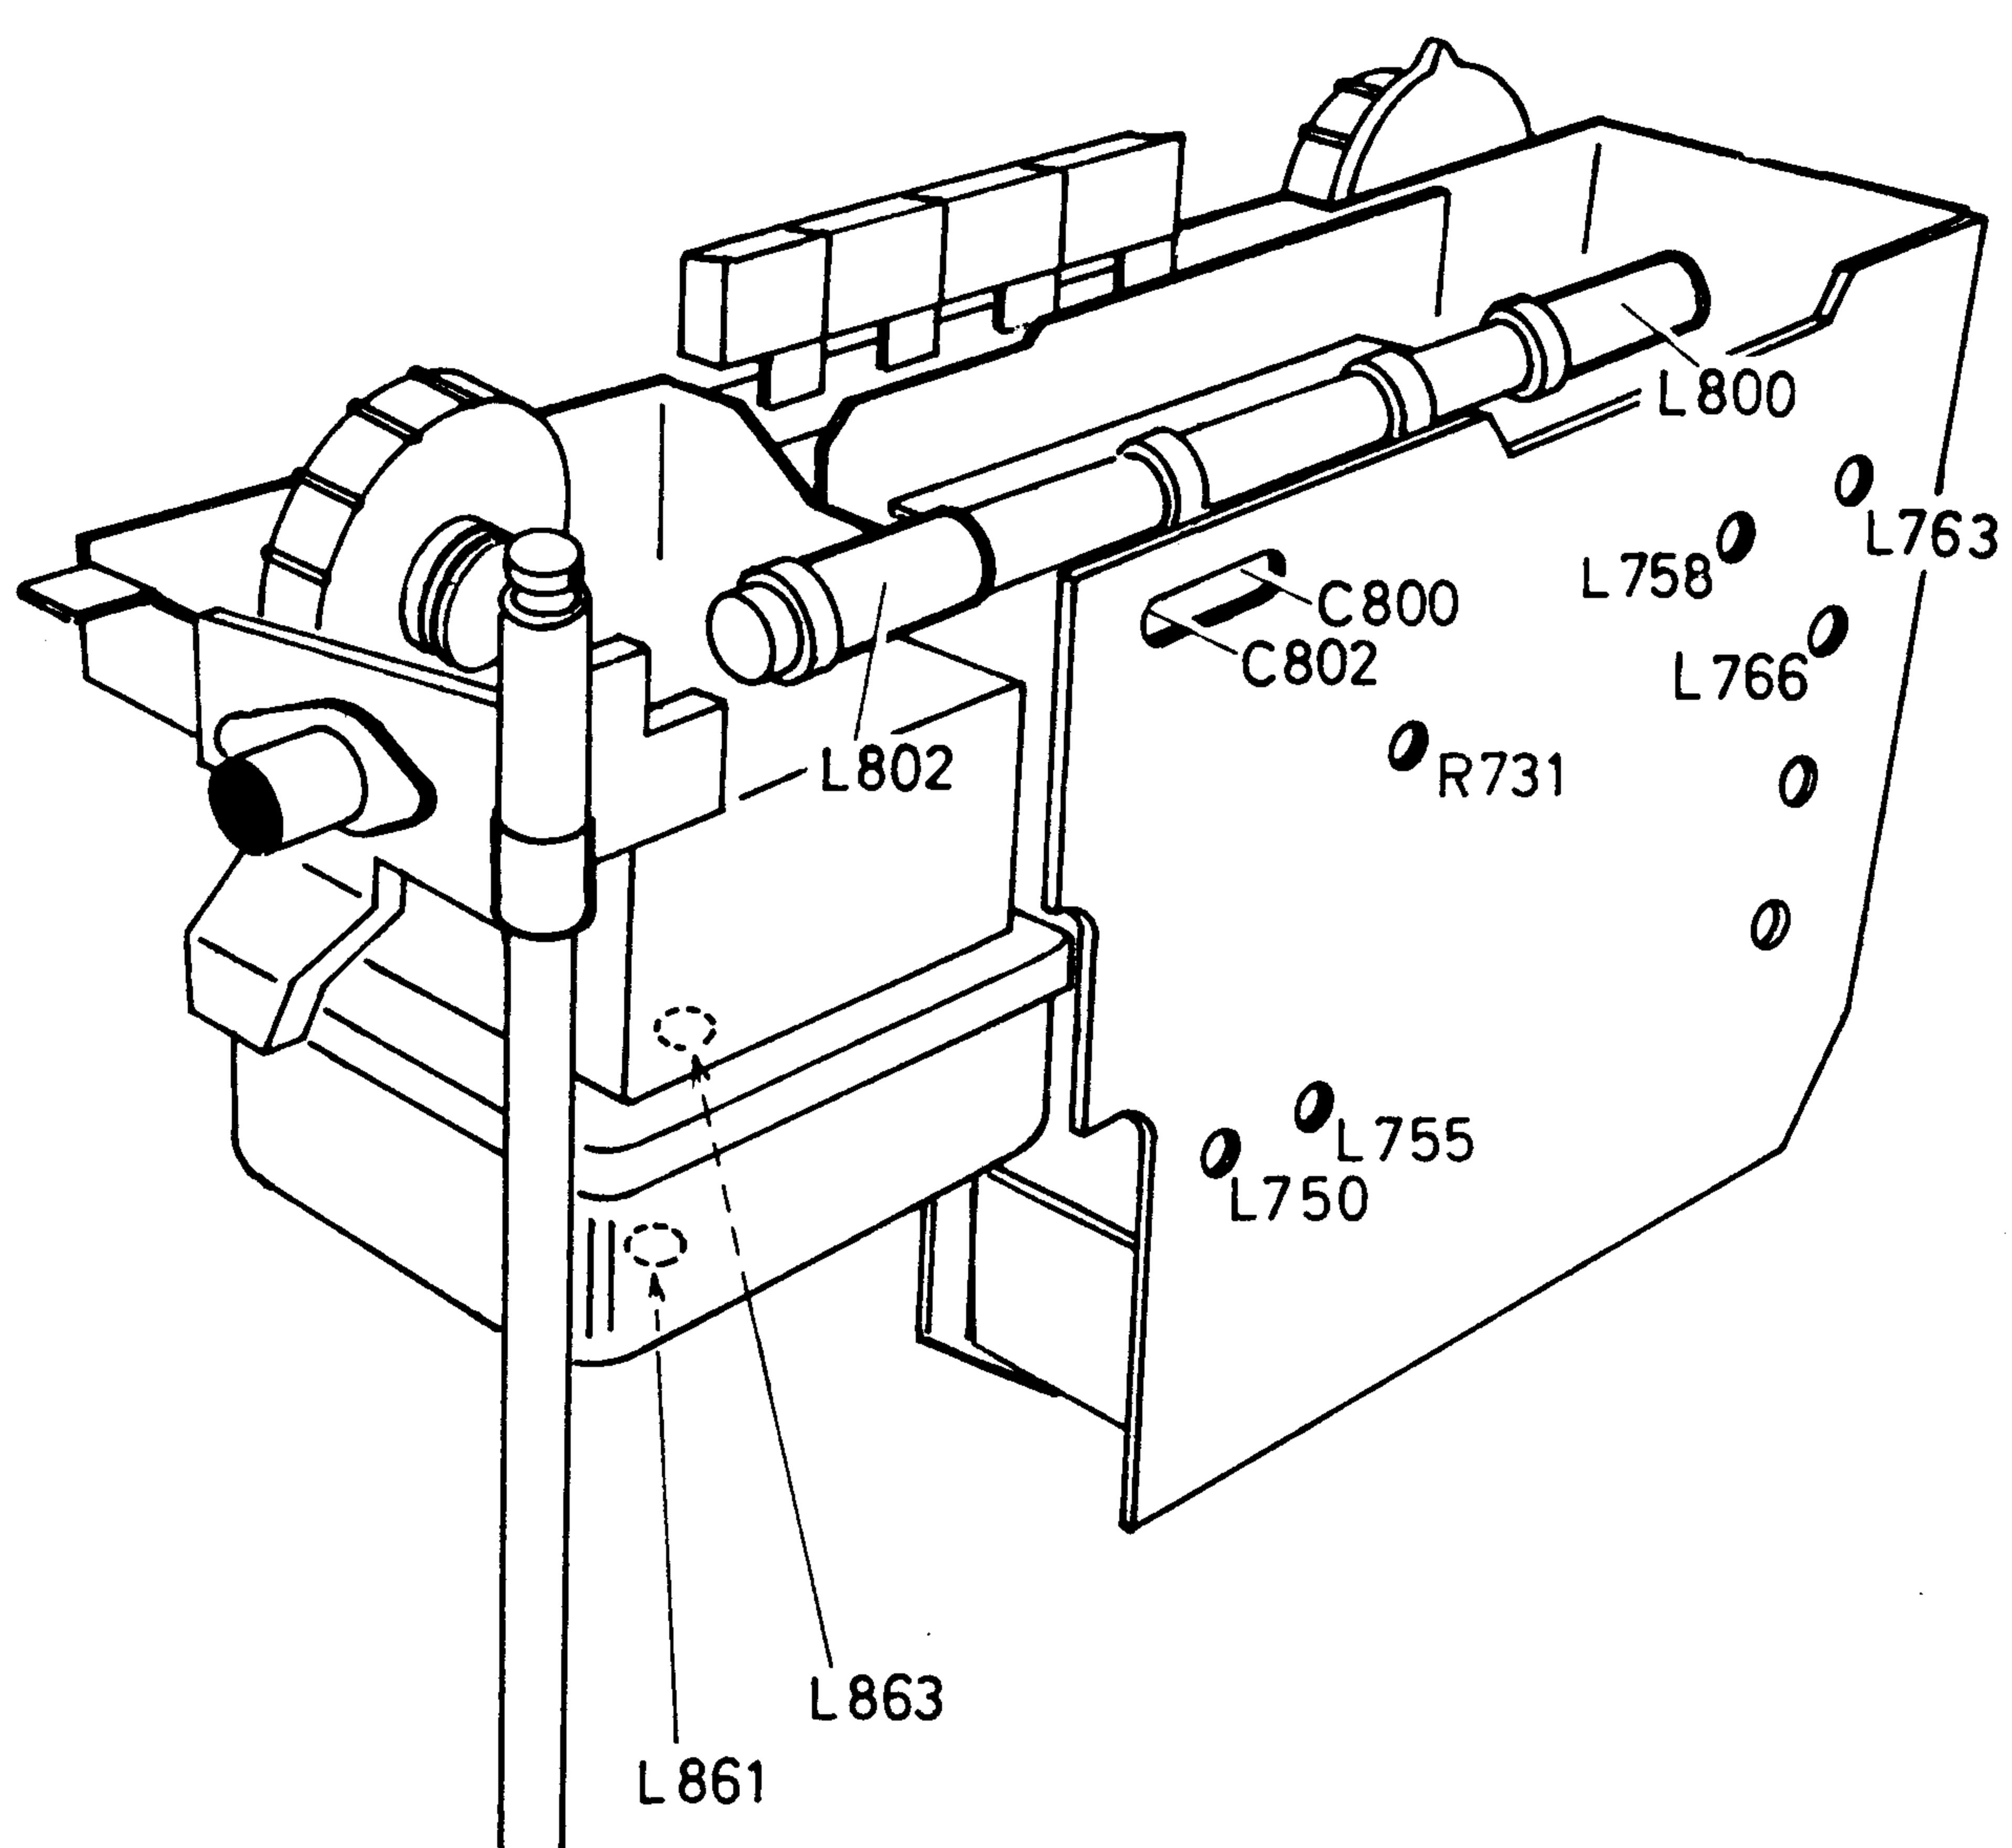

Fig. 6
- Den Ruhestrom ca. 1 Minute nach dem Einschalten des Gerätes mit dem Einstellregler R731 auf $5 \text{ mA} + 1,0 \text{ mA}$ bei einer Betriebsspannung von 9 V einstellen, Fig. 6.
- Approx. 1 minute after switching on set, set zero signal current via adjuster R 731 to $5 \text{ mA} + 1.0 \text{ mA}$ at a operating voltage of 9 V, see fig. 6.